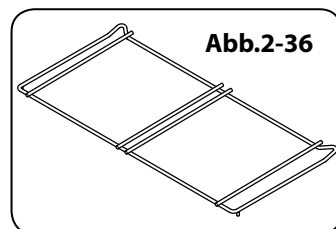

Abb.2-36
- Grillpfanne Tablett-Unterstützung (**Fig.2-36**)